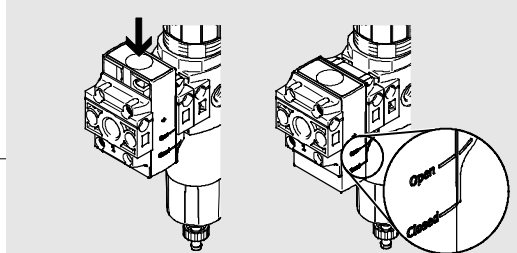

Рис. 3 / Fig. 3
- Прижмите шибберный затвор клапана включения сброса вниз, пока не будет достигнуто положение “Open” (→ рис. 3).
- Tryck avstängningsventilens handventil nedåt till läget “Open” nås (→ fig. 3).